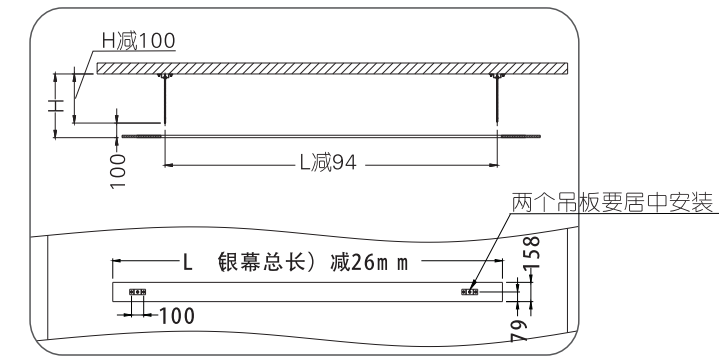
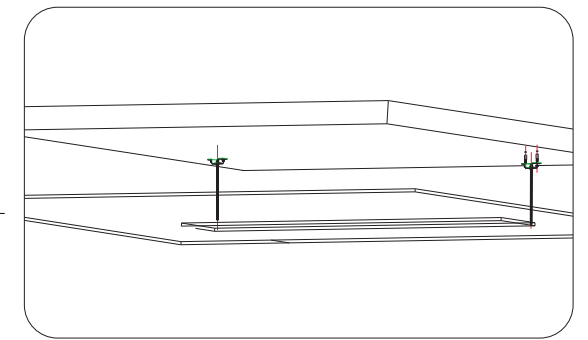

图 4
图 5
3.按图4所示,测量好吊架安装距离,用膨胀螺丝将吊架固定在房顶上,如图5所示。